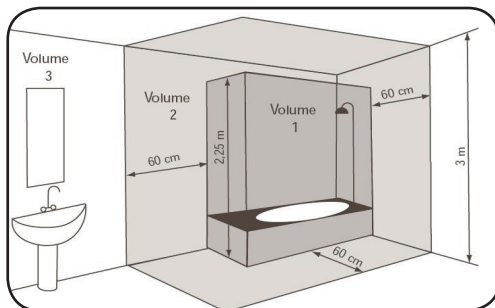

Abb. 1: Aufstellung in Badezimmern/Feuchträumen
- Dieses Gerät darf in Badezimmern und Feuchträumen betrieben werden. Ausgenommen davon sind Bereiche 1 und 2 (siehe Abb. 1)
- ▶ Verwenden Sie dieses Gerät niemals in der unmittelbaren Nähe einer Badewanne, einer Dusche oder eines Schwimmbeckens (siehe Abb. 1 auf Seite 7)